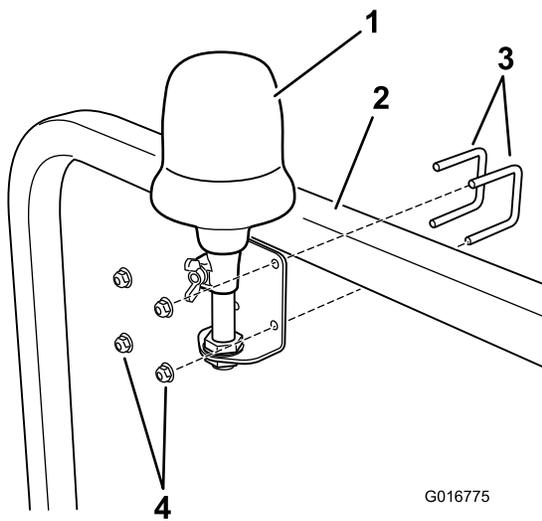

Figura 3
3. Instale o suporte do sinal luminoso à barra do ROPS de forma segura com as 2 cavilhas em U e as 4 porcas de bloqueio fornecidas (Figura 3).